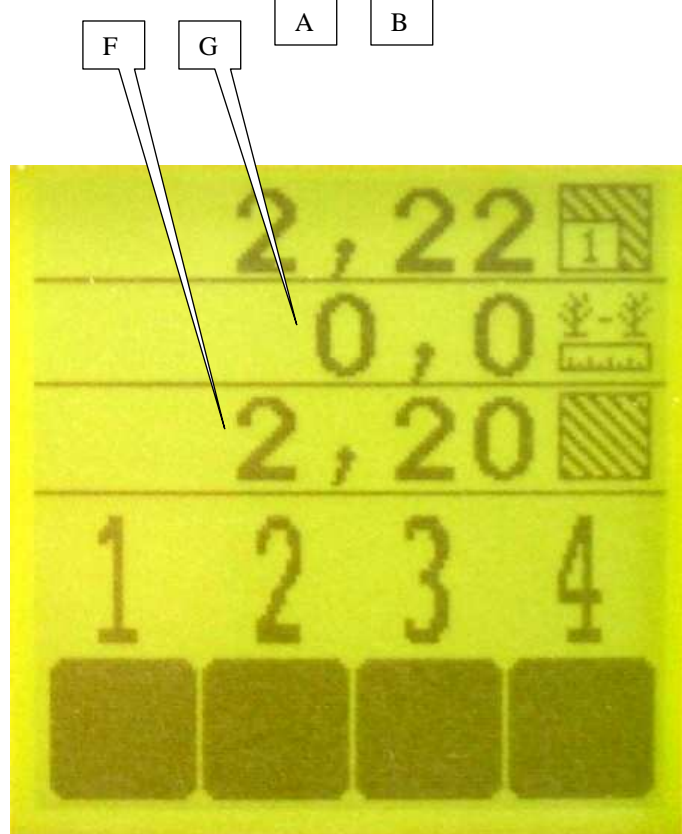

Fig. 2
Esempio (Fig. 2):
Appuyer sur les touches  ou  pour faire défiler les lignes et ainsi visualiser les lignes cachées (Fig. 2).
- F : compteur de surface total (Fig. 2)
- G : distance moyenne entre graines (Fig. 2)
Press the  or  keys to scroll through the lines and so view the hidden lines (Fig. 2).